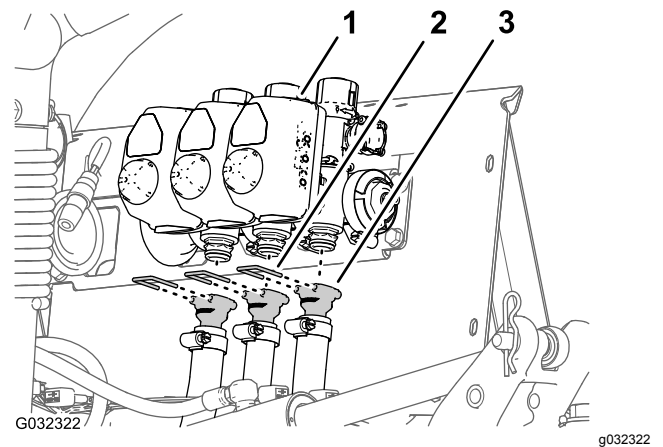

Figura 49
6. Retire las horquillas de retención que sujetan los acoplamientos dentados rectos a las válvulas de sección de brazo izquierda, central y derecha (Figura 49).
7. Retire las mangueras de las válvulas de sección de brazo izquierda, central y derecha de la máquina (Figura 49).